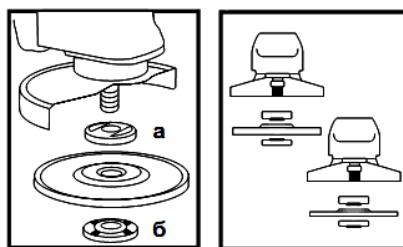

Рисунок 2
4.4 Встановіть на виріб абразивний шліфувальний або відрізний диск. Для цього натисніть на кнопку фіксації шпинделя (3) і поверніть шпиндель до фіксації. За допомогою вилкового ключа з комплекту виробу відверніть і зніміть затискну гайку (6) (див. рис. 2). Встановіть шліфувальний диск на посадкове місце фланцевої шайби (а) (рис. 2), накрутіть затискну гайку на шпиндель і затягніть її ключем з комплекту виробу.